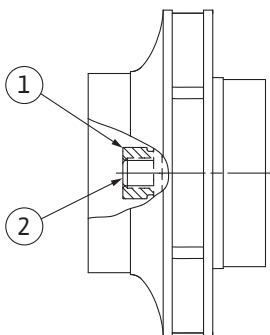

Fig. 111: Pareizs darba rata uzgriežņa stāvoklis pēc montāžas
8. Pieturiet vārpstu ar uzgriežņu atslēgu (22 mm izmērs) un pievelciet darba rata uzgriezni ar noteikumos paredzēto pievilkšanas griezes momentu (skatīt tabulu „Pievilkšanas griezes momenti“ [► 34]). Uzgriežņim (Fig. 111, 1. poz.) jābūt aptuveni  $\pm 0,5$  mm vienā līmenī ar vārpstas galu (Fig. 111, 2. poz.). Ja tas tā nav, atskrūvējiet uzgriezni un atkārtojiet 4.–8. rīcības soli.